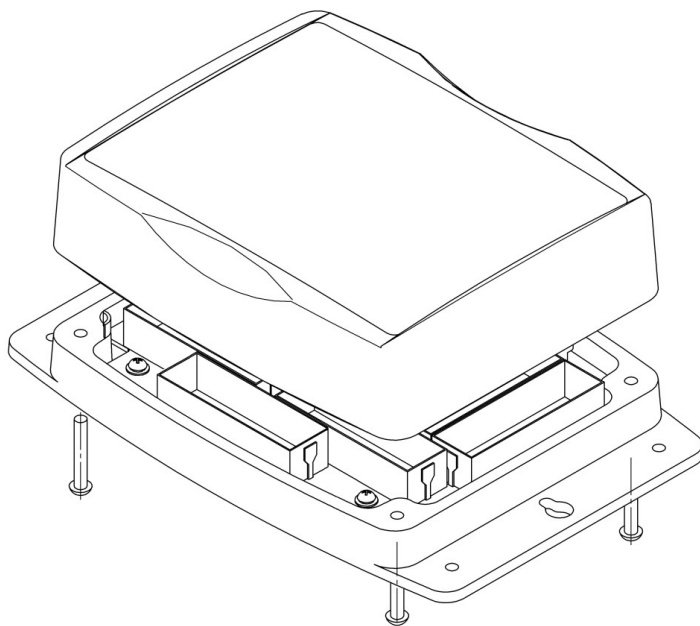

Рис. 3. Разборка устройства.
6.2 Батареи устанавливаются в помещении(в целях защиты от атмосферных осадков) непосредственно перед запуском в эксплуатацию, для их установки необходимо открутить четыре винта, расположенных на нижней, опорной, части изделия, и отсоединить верхнюю половину устройства для доступа к батарейным держателям, как показано на рис.3. Батареи изначально устанавливаются при сборке изделия, для начала работы необходимо вынуть диэлектрическую прокладку, установленную между элементом питания и одним из держателей. **При самостоятельной установке элементов питания необходимо строго соблюдать полярность + и - , промаркированную на батарейных держателях как показано на рис.4, 5. При замене батареек после пребывания его при температуре ниже 5°C выдержать его при комнатной температуре не менее 3-х часов. Во время замены элементов питания в связи с плотным прилеганием их к корпусу батарейного держателя необходимо проверять надежность контакта элементов питания и клемм держателя, при необходимости придвинуть элемент питания к клемме держателя вручную.**